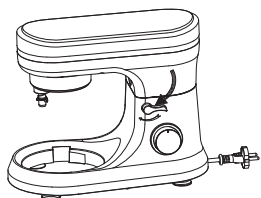

Abb. 1
- Um das Gelenk der Werkzeughalterung anzuheben, drehen Sie den Bedienehebel (2) im Uhrzeigersinn. Das Gelenk lässt sich nun nach oben anheben. [Abb. 1]